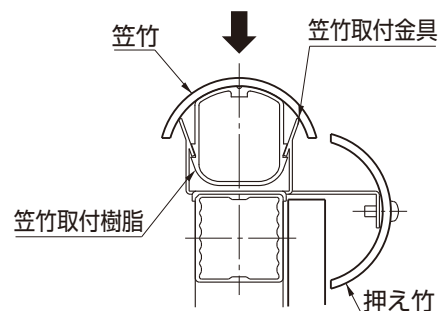

図6-2 A部断面図
- ②笠竹取付樹脂を笠竹取付金具にしっかりかみ込むまで押し込んでください。（図6-2参照）